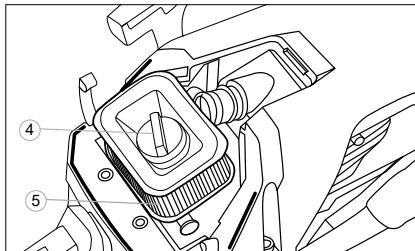

Abb. 25
2. Lösen Sie die Mutter 4 (Abb. 25) und entfernen Sie den Filter 5.